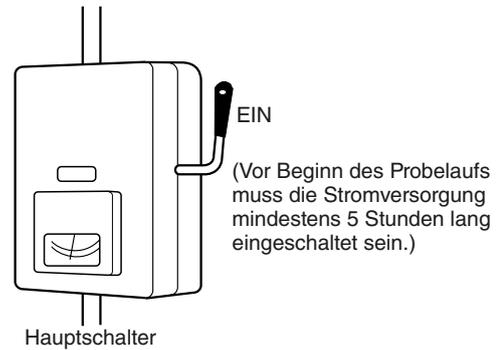

Abb. 10-1
- (1) Alle Restmaterialien, insbesondere Metallspäne, Drahtstücke und Klammern, wurden aus dem Gehäuse entfernt.
- (2) Das Steuerkabel wurde korrekt angeschlossen, und alle elektrischen Anschlüsse sind fest verbunden.
- (3) Die Transportsicherungen des Inneneinheits-Gebläses wurden entfernt. Wenn dies nicht der Fall ist, müssen sie nun entfernt werden.
- (4) Die Stromversorgung zur Einheit wurde mindestens 5 Stunden vor dem Starten des Kompressors eingeschaltet. Die Unterseite des Kompressors sollte sich erwärmt haben, und das Kurbelgehäuse-Heizelement in der Nähe der Kompressorstützen sollte sich heiß anfühlen. (Abb. 10-1)